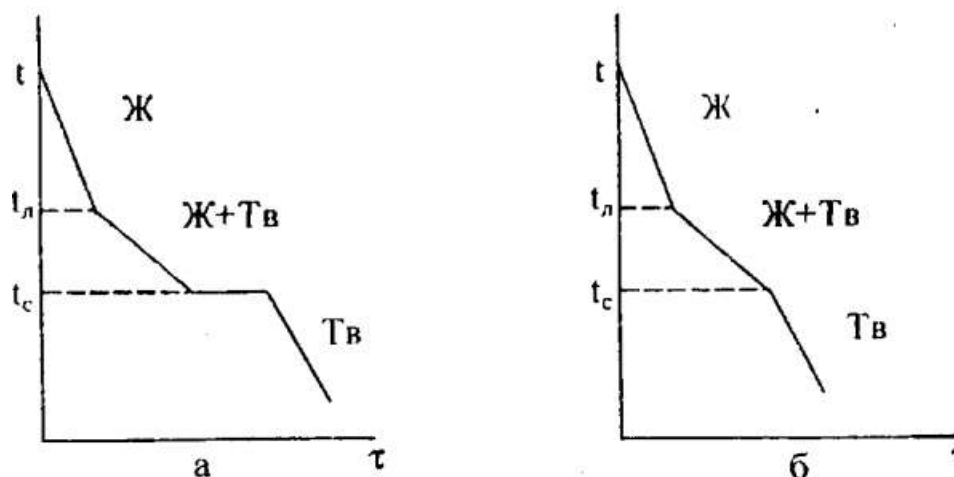

Рис. 8. Кривые охлаждения сплавов: а - механической смеси, б - твердого раствора
**Диаграмма состояния.** Диаграмма состояния показывает строение сплава в зависимости от соотношения компонентов и от температуры. Она строится экспериментально по кривым охлаждения сплавов (рис. 8). В отличие от чистых металлов сплавы кристаллизуются не при постоянной температуре, а в интервале температур. Поэтому на кривых охлаждения сплавов имеется две критические точки. В верхней критической точке, называемой точкой *ликвидус* ( $t_l$ ), начинается кристаллизация. В нижней критической точке, которая называется точкой *солидус* ( $t_c$ ), кристаллизация завершается. Кривая охлаждения механической смеси (рис. 8,а) отличается от кривой охлаждения твердого раствора (рис. 8,б) наличием горизонтального участка. На этом участке происходит кристаллизация эвтектики.